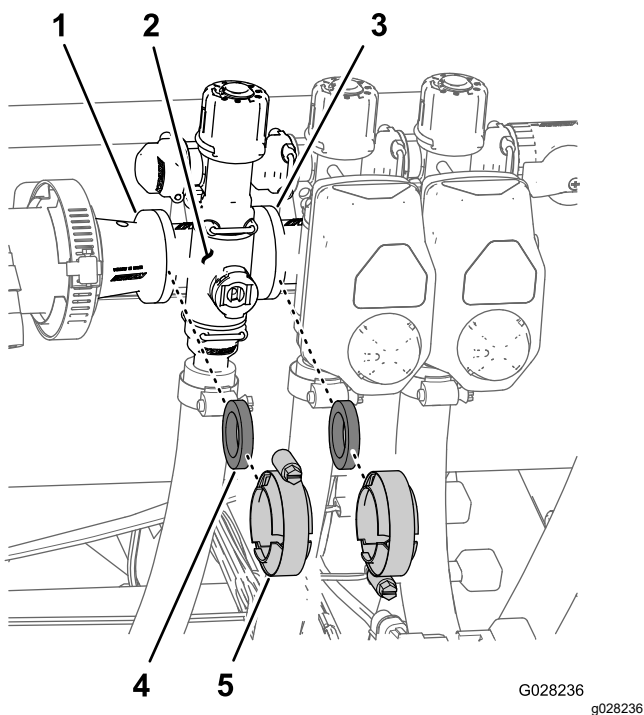

Figure 73
1. Déposez les colliers et les joints qui fixent le collecteur de la vanne de section (Figure 73) à la vanne de section adjacente (s'il s'agit de la vanne de section gauche, et raccord réducteur).